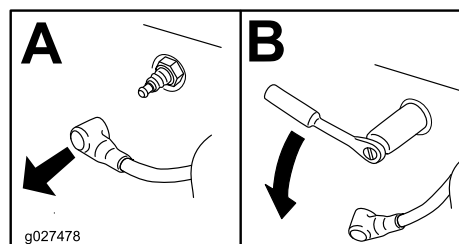

Figura 48
3. Retire la bujía, según se muestra en Figura 48.